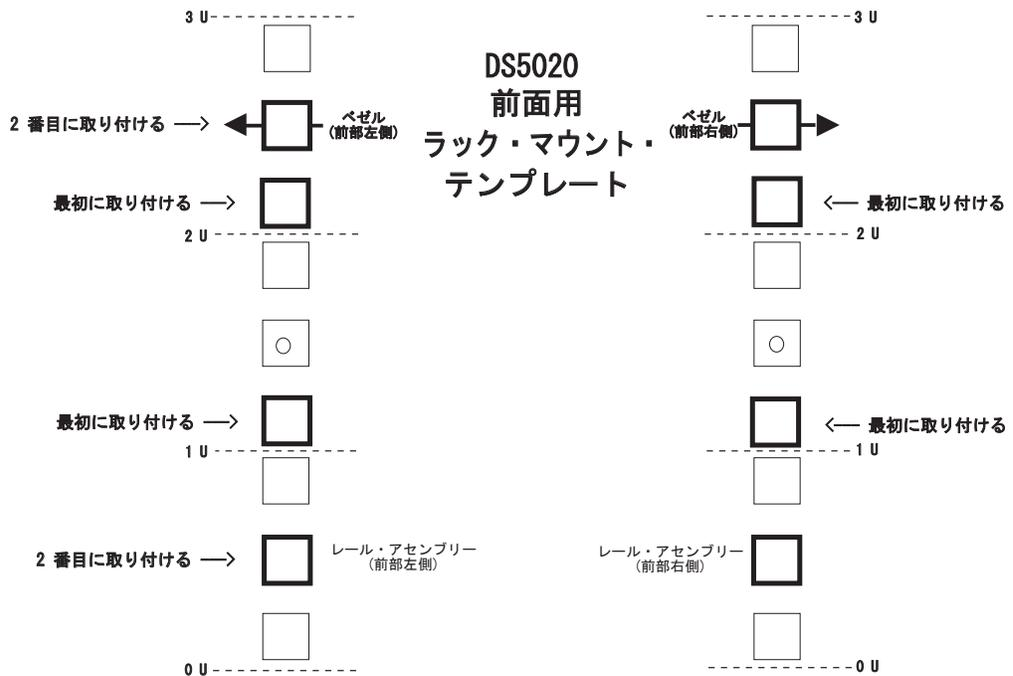
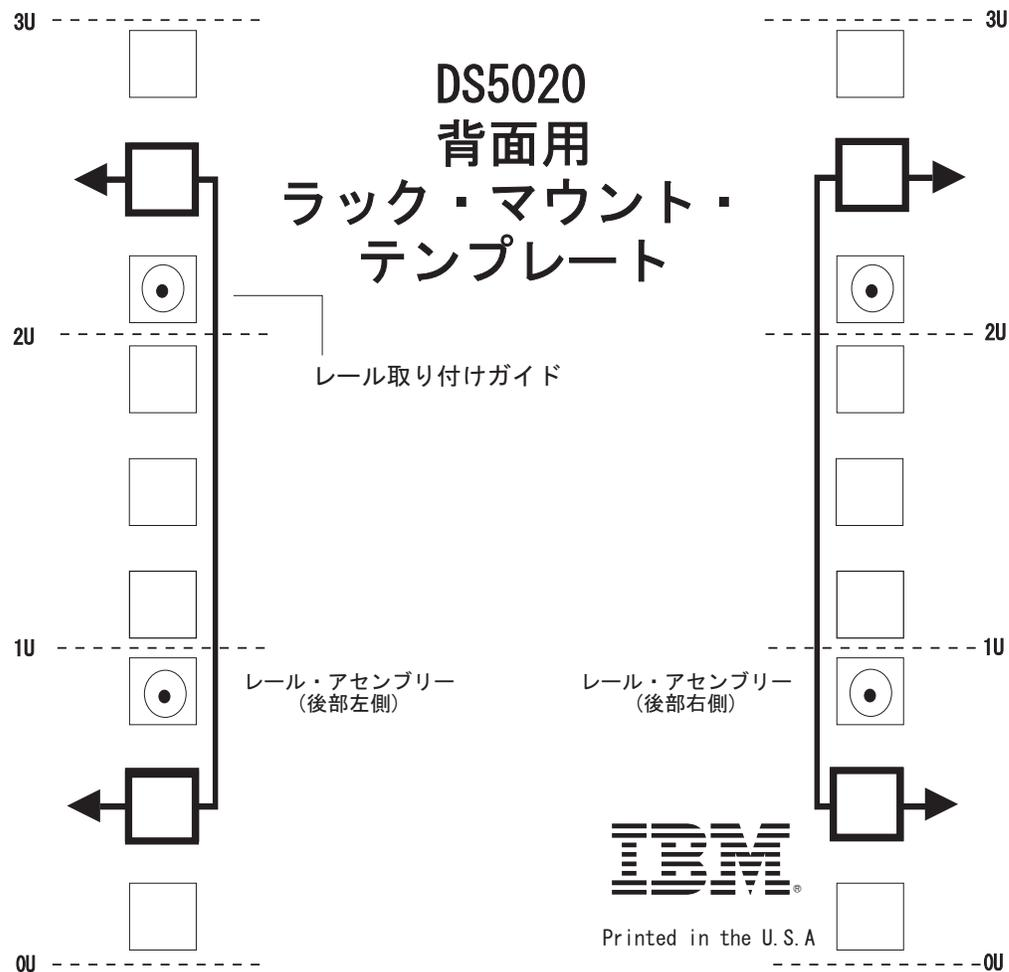

図 13. 前面用ラック・マウント・テンプレート
図 14. 背面用ラック・マウント・テンプレート
サポート・レールと DS5020 ストレージ・サブシステムをラック・キャビネットにマウントする際に M5 ねじを挿入する場合は、次のテンプレート (図 13 および 41 ページの図 14) を使用して、正しい位置を確認してください。テンプレートでは、M5 ねじの位置が強調表示されています。
**重要:** ラック・マウント・テンプレートの複製コピーは、199 ページの『付録 B. ラック・マウント・テンプレート』に記載されています。テンプレートを本書から切り取る場合は、199 ページの『付録 B. ラック・マウント・テンプレート』のコピーを使用してください。サポート・レールと DS5020 ストレージ・サブシステムをラック・キャビネットにマウントする際に M5 ねじを挿入する場合は、前出のテンプレート (40 ページの図 13 および 41 ページの図 14) を使用して、正しい位置を確認してください。テンプレートでは、M5 ねじの位置が強調表示されています。
- レールのへりの線がストレージ・サブシステムの下部と並んでいます (41 ページの図 14 の 0 U 境界)。
**注:** 必ず、40 ページの図 13 で最初に取り付ける というラベルが付いているねじを取り付けてください。